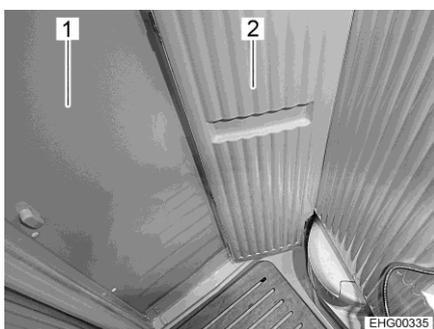
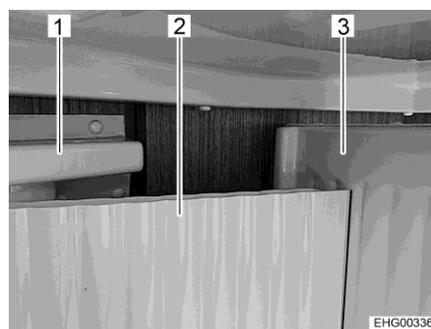

Fig. 145 Parete orientabile piccola, ruotata
Fig. 146 Posizione corretta della parete orientabile piccola
- Chiudere la porta del vano bagno (Fig. 145,1 e Fig. 146,1).
- ▷ Disporre la parete orientabile piccola (Fig. 145,2 e Fig. 146,2) **sempre davanti** alla parete orientabile grande (Fig. 146,3)! **Non** spingere la parete orientabile piccola **dietro** a quella grande! In caso contrario sussiste il pericolo di rimanere chiusi nel vano bagno poiché potrebbe non essere possibile aprire la porta di quest'ultimo.
- Orientare la parete orientabile piccola (Fig. 145,2 e Fig. 146,2). La parete orientabile piccola si trova nella posizione corretta quando si trova davanti alla parete orientabile grande (Fig. 146,3).